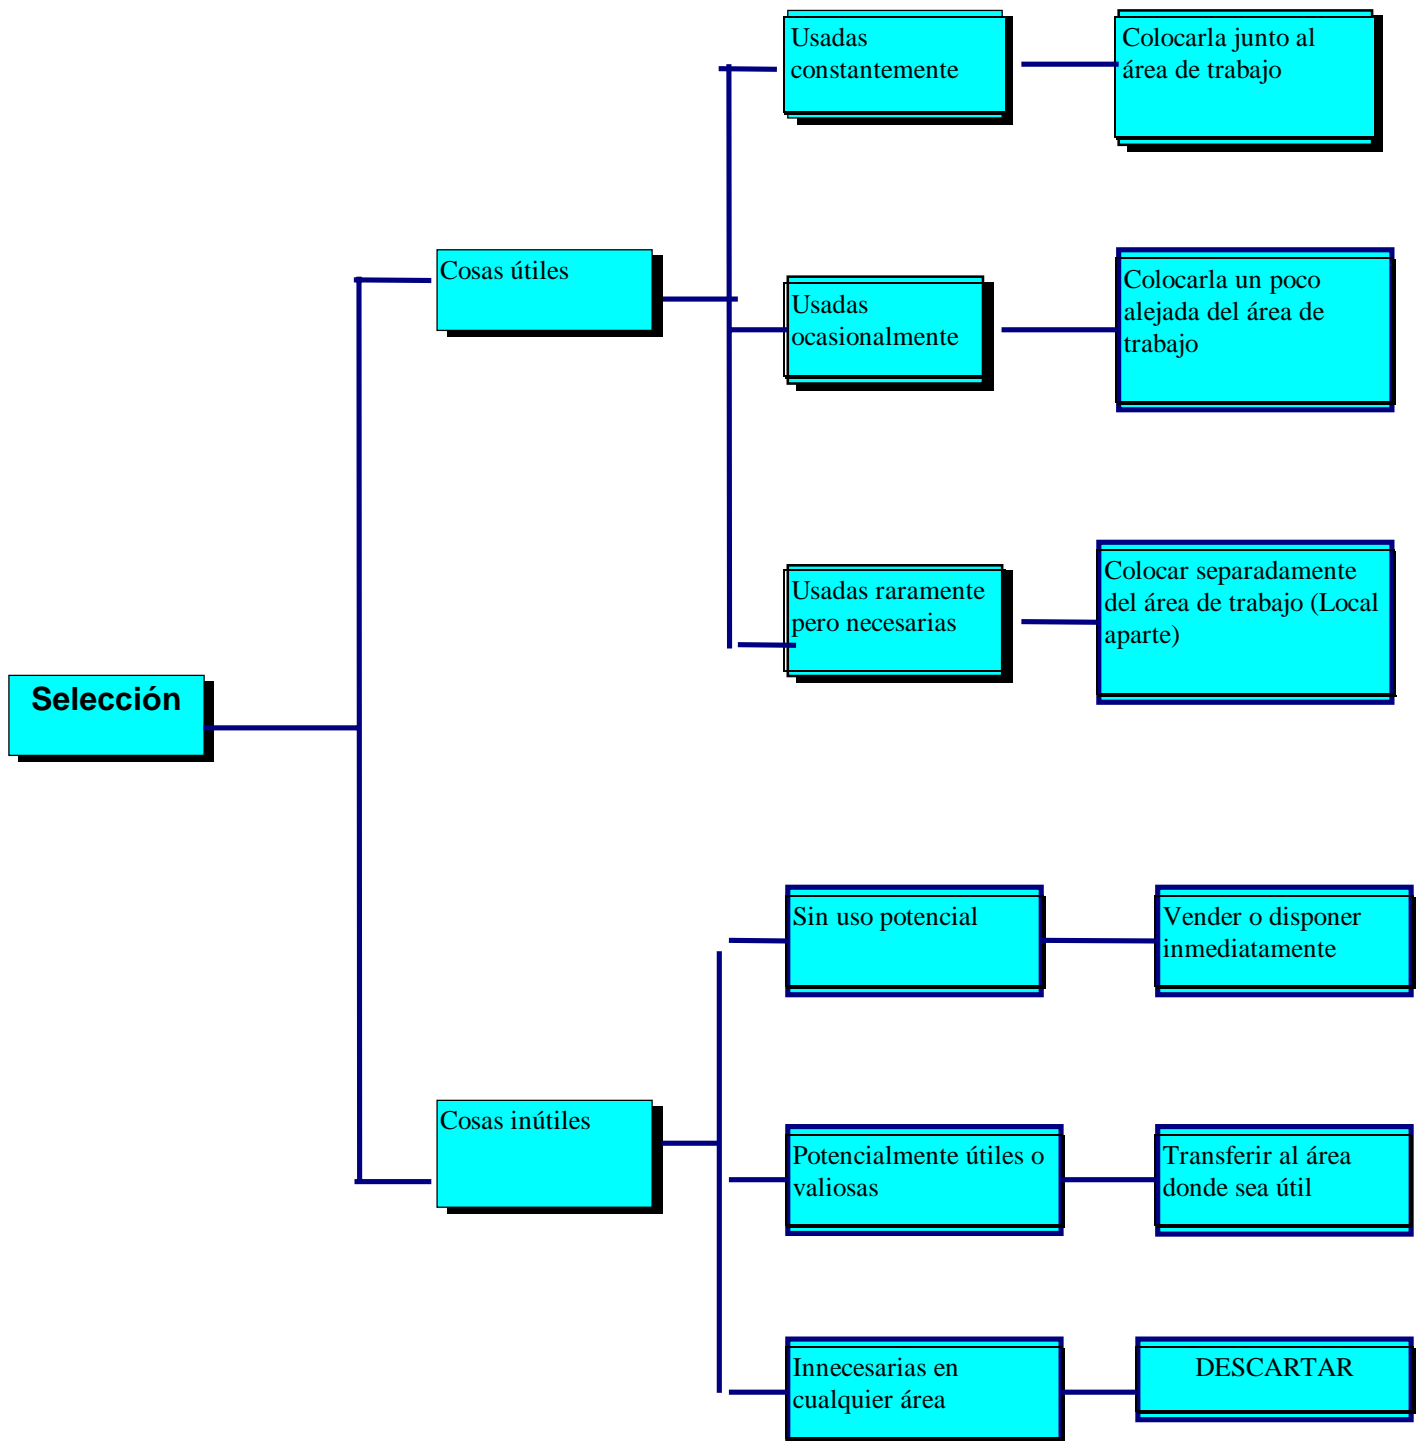

Figura 3. Metodología para seleccionar.
- ✧ Mantener solamente en nuestro lugar de trabajo los objetos estrictamente necesarios (Véase Figura 3. Metodología para seleccionar).